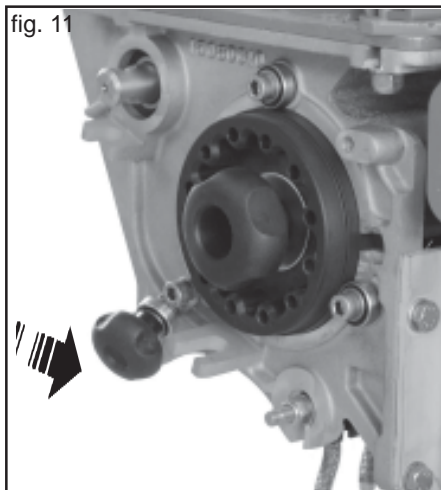

fig. 11
**Wie vorher beschrieben Rundriemen der Rührwelle abnehmen**, dann Handrad an der Dosierseite bei vollständig (Abb. 11) **entleerter Maschine aufschrauben**. Das Halteelement ist unverlierbar am Dosiergeraet angebracht.